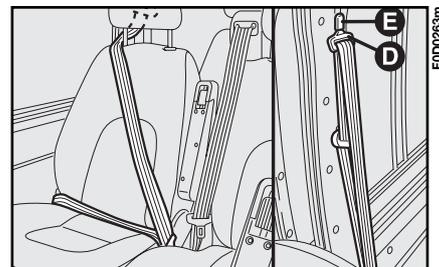

fig. 13
- **fig. 13** place latérale droite première rangée